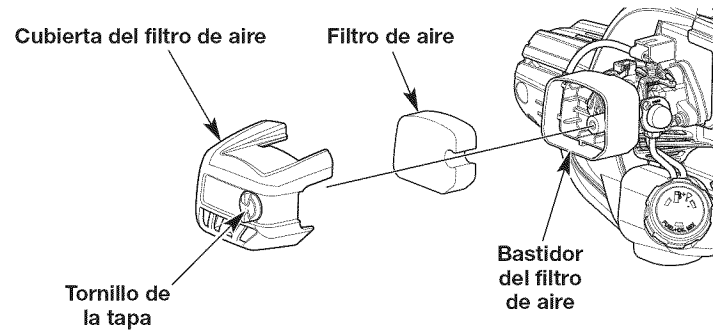

Fig. 16
1. Abra la tapa del filtro de aire desenroscando el tornillo correspondiente (Fig. 16).
2. Saque el filtro de aire del interior de la caja (Fig. 16).